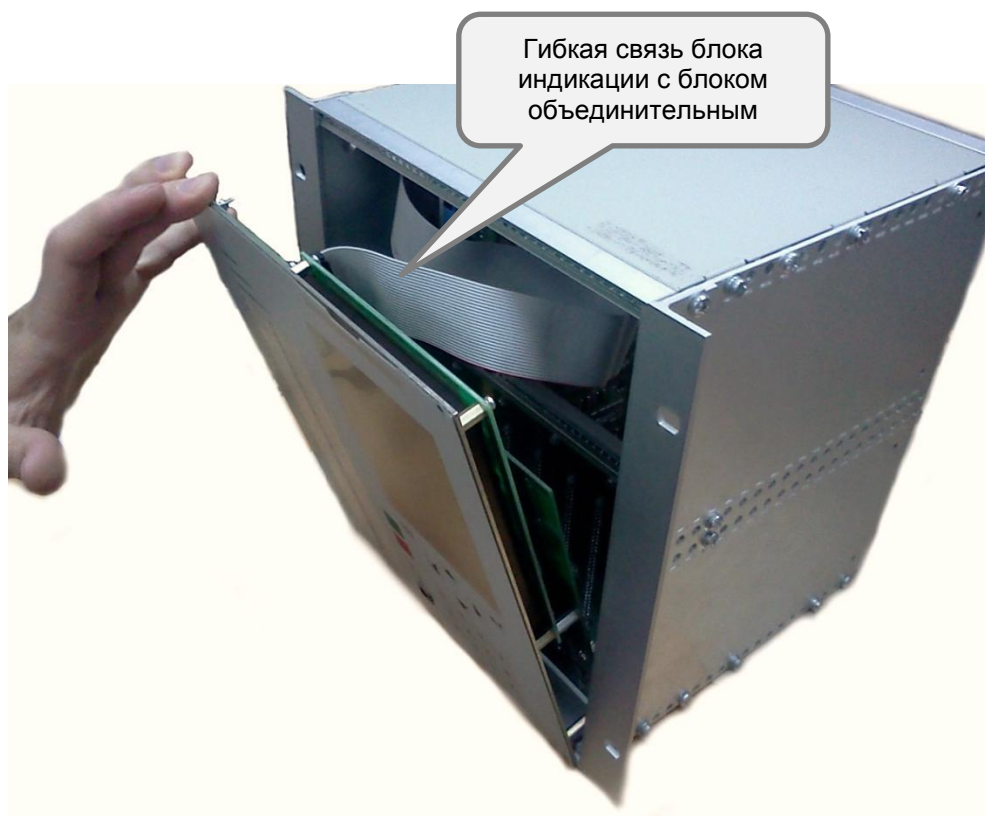

Рисунок 20 – Извлечение блока индикации из терминала
4.4.2.2 Аккуратно разъединить гибкую связь блока с объединительной платой (см. рисунок 20).